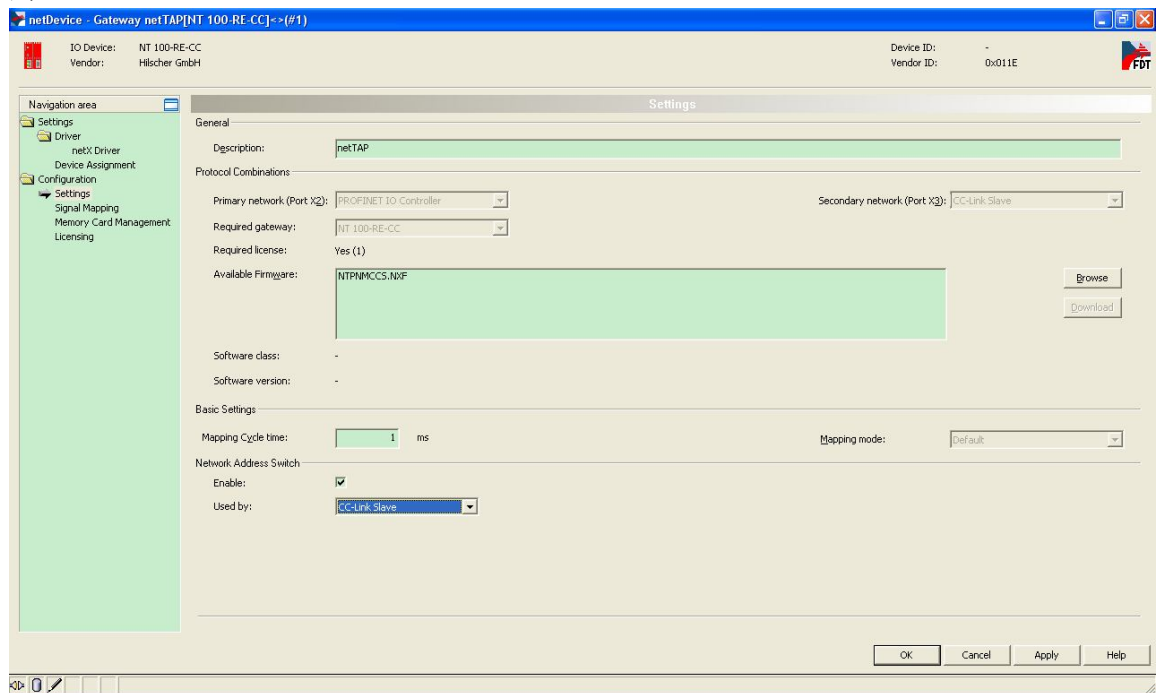

图 13
(13)在“Setting”栏中,做如图 13 选择,X2 端口选择“PROFINET IO Controller”,X3 端口选择“CC-Link Slave”,在单击对应的 Firmware 后,单击“Download”按钮下载 Firmware。右下角的 Enable 参数打勾使能,说明 NT100 的 CC-Link 地址由外部拨码盘设置。拨码盘缺口指向的是设置的数字。在以后使用时,如果转换的协议没有改变,那该固件只需要下载一次即可。固件下载完成后,单击 OK 按钮退出该对话框。